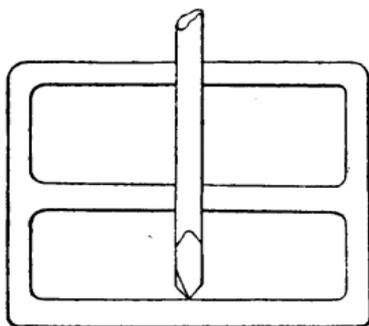

Fig. 254.
**FORET CYLINDRIQUE.** — Ce foret (fig. 254 et 255) a la coupe des autres et a le corps tourné dans toute sa longueur et légèrement plus petit en arrière ; il sert à percer des trous qui doivent être bien en rapport avec ceux déjà percés et qui se trouvent sur le prolongement l'un de l'autre (fig. 254).